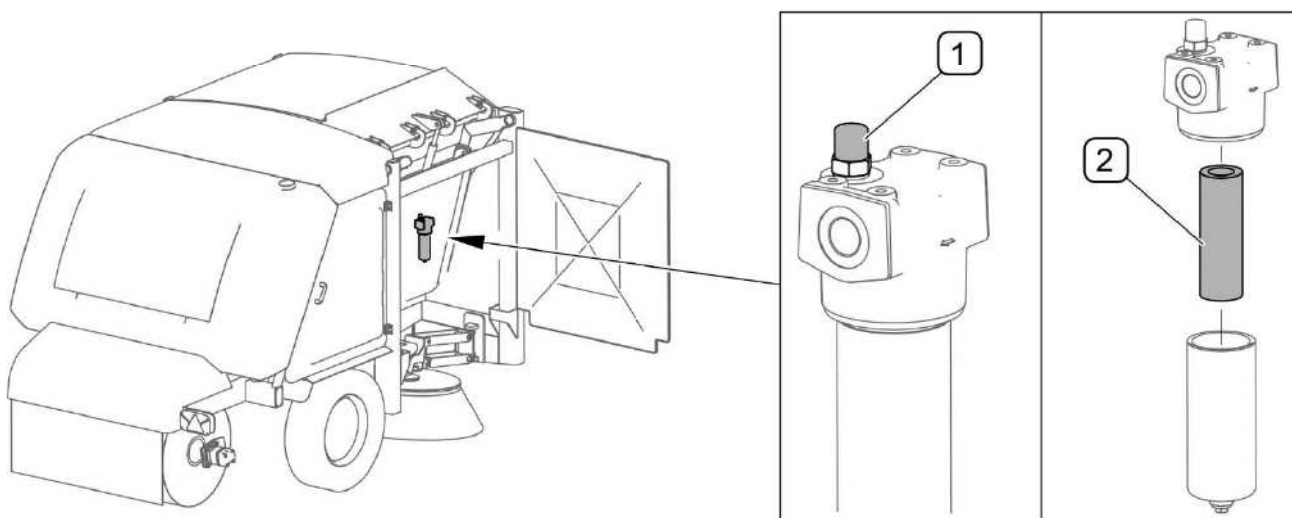
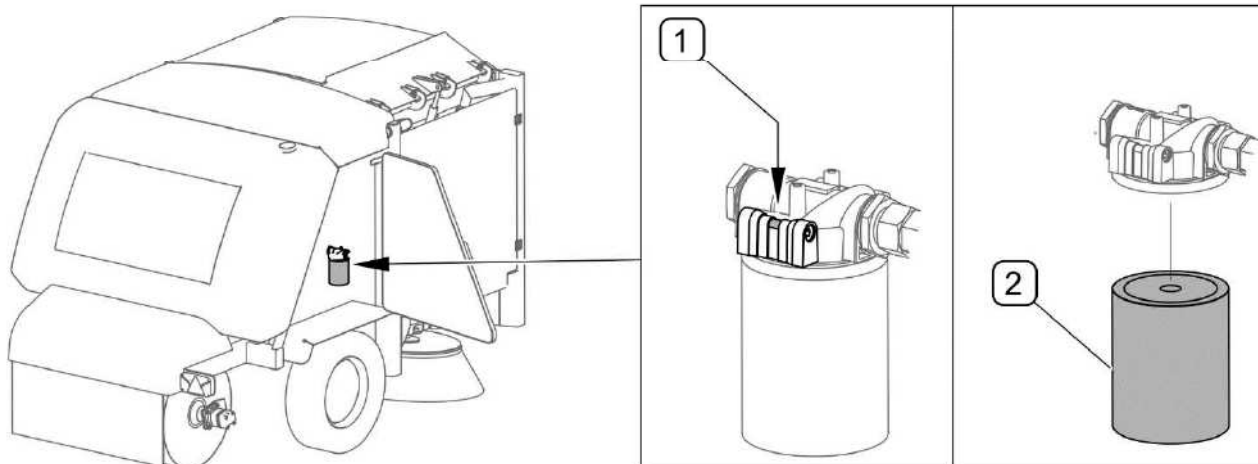

РИСУНОК 5.13Напорный масляный фильтр
РИСУНОК 5.14 Возвратный масляный фильтр
(1) - указатель загрязненности фильтра; (2) - фильтрующий вкладыш
Напорный масляный фильтр (РИСУНОК 5.13) оснащается указателем загрязненности (1). Загрязненный вкладыш фильтра меняет цвет на красный. В рамках обслуживания гидравлической системы необходимо контролировать указатель загрязненности (1) и в случае необходимости заменить вкладыш (2). Для получения доступа к напорному масляному фильтру необходимо открыть передний правый кожух.
Для замены вкладыша напорного фильтра (РИСУНОК 5.13) необходимо:
(1) - указатель загрязненности фильтра; (2) - фильтр
Возвратный фильтр (РИСУНОК 5.14) гидравлической системы оснащается указателем загрязненности (1). Загрязненный фильтр меняет цвет на красный. В рамках обслуживания гидравлической системы необходимо контролировать указатель загрязненности (1) и в случае необходимости заменить вкладыш (2). Перед установкой нового фильтра необходимо смазать поверхность уплотнения маслом. Для доступа к возвратному фильтру необходимо открыть задний правый кожух.
Возвратный масляный фильтр (РИСУНОК 5.14) следует заменять, если при достижении рабочей температуре масла указатель загрязненности (1), размещенный на фильтре, покажет загрязнение.
При замене масла необходимо заменить напорный фильтр (РИСУНОК 5.13) и возвратный (РИСУНОК 5.14). Удаление воздуха из гидравлической системы осуществляется автоматически во время работы машины.